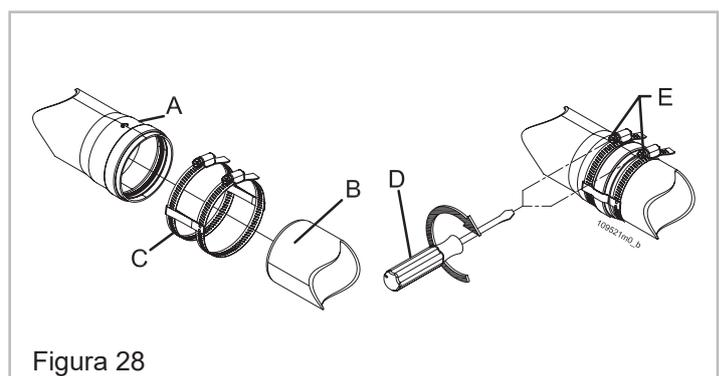

Figura 28
**ATENCIÓN!!! Fije mecánicamente los encastres entre los distintos elementos que forman el conducto de evacuación y de aspiración, utilizando sistemas de fijación o sistemas equivalentes (Figura 28).**